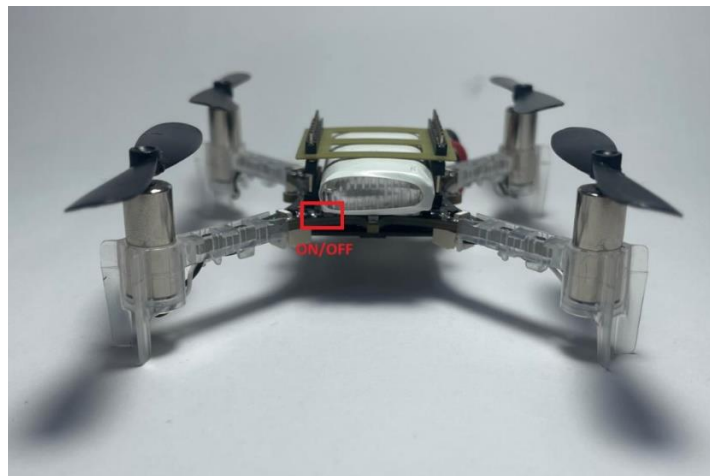

Figura 2. Botón de encendido y apagado en dron Crazyflie 2.1.
3. Presione el botón de encendido que se encuentra a un costado de la placa base del dron. En la Figura 2 se muestra la ubicación de dicho botón.